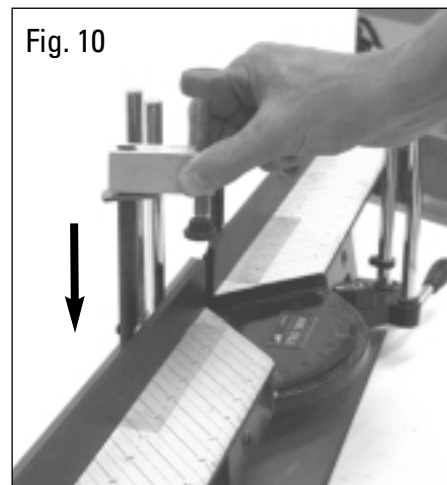

Fig. 10
- d. Slide clamp onto rod (Fig. 10).